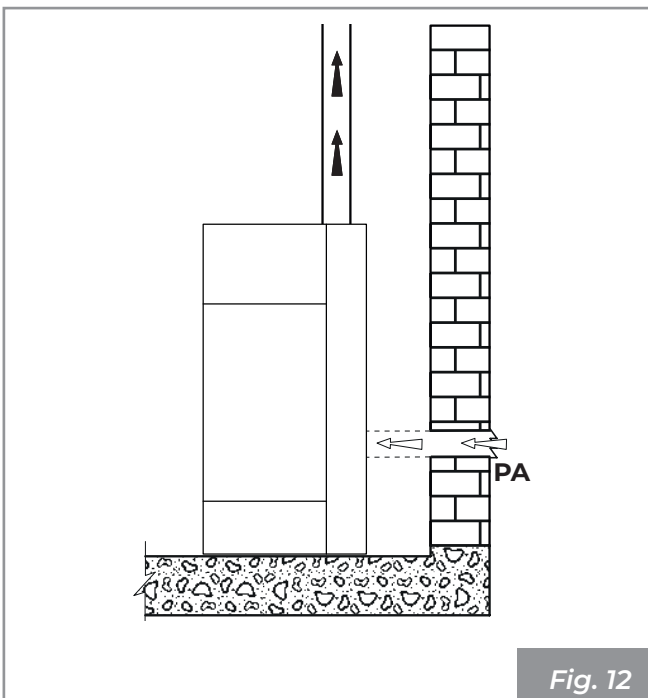

Fig. 12
- desde el ambiente de instalación o de los locales contiguos apropiados (**Fig. 12**)
Realizar la toma de aire en la pared (**Fig. 12 - PA = Toma de Aire**), y dejar que el aparato esté libre de extraer aire en el ambiente teniendo cuidado de conectar en el tubo de entrada del aire el tramo de tubo corrugado, en caso de que sea suministrado, fijándolo con la abrazadera y plegándolo ligeramente hacia abajo con el fin de prevenir posibles efectos de resonancia.